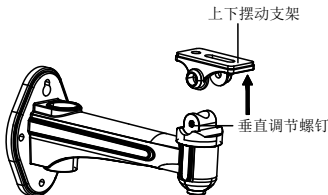

图2-15 拆卸摆动支架
1. **拆卸摆动支架：**拧开壁装支架的垂直调节螺钉，拆卸壁装支架的上下摆动支架，如图 2-15 所示。